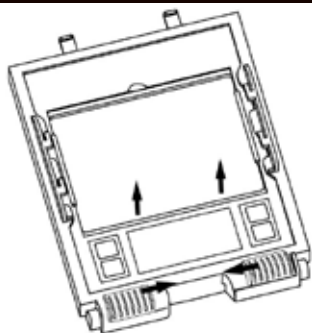

FIG. 9
• Para substituir a lente de proteção frontal, remova o conjunto do filtro (Fig.9) desbloqueando as travas abaixo do cartucho, empurrando em direção ao centro.
• Para substituir o filtro, remova o conjunto do filtro da máscara (Fig.9).